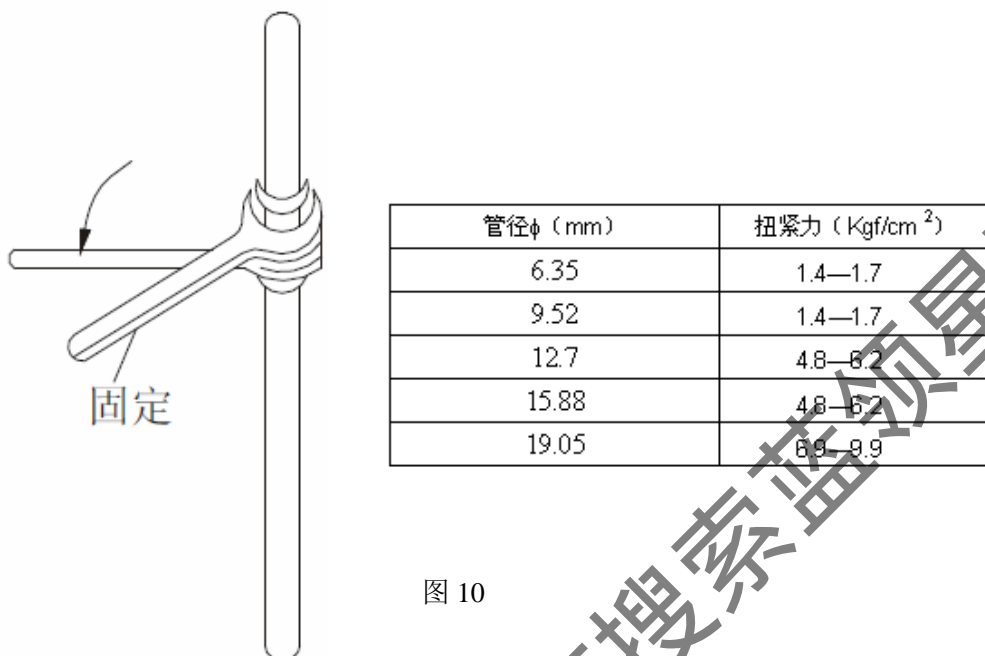

图 10
1) 进行扩口接头连接时，一定要将两管同心对正，然后将螺帽套入并旋进，最后用扳手紧固，请见图 10：